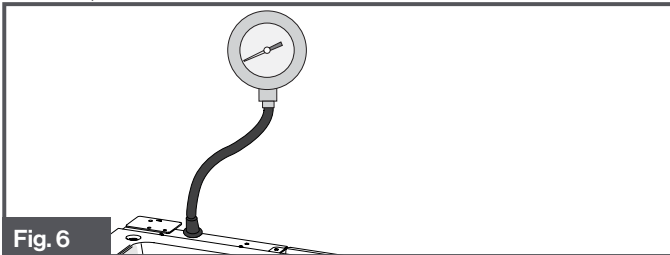

Fig. 6
7. El manómetro debe medir entre 8" WC a 14" WC, (Fig. 6). **NOTA:** Procedimiento de fuga de gas según la Norma para vehículos recreativos NFPA 1192.